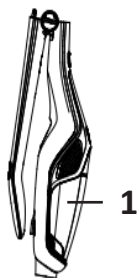

рис.1
1. Закрепите щётку для пола на основном блоке, как показано на рис.1.